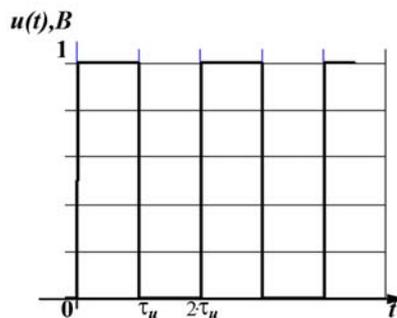

Рисунок 2.1 – Форма воздействия
- а) Используя алгоритм анализа ПП для неразветвленных цепей 1-го порядка, рассчитать аналитические выражения $u_R(t)$ и $u_C(t)$ при положительном ($0 \leq t < \tau_u$) и отрицательном ($\tau_u \leq t \leq 2\tau_u$) скачках напряжения $u(t)$ (рисунок 2.1). Считать величину τ_u значительно большей длительности ПП.
а) Используя алгоритм анализа ПП для цепей n -го порядка классическим методом, рассчитать аналитические выражения $u_R(t)$, $u_L(t)$ и $u_C(t)$ при том же воздействии $u(t)$ (рисунок 2.1). При этом, вычислив собственные частоты p_1 и p_2 , определить также декремент затухания α и резонансную частоту RLC -контура w_0 , значения которых зафиксировать в таблицу А.3;